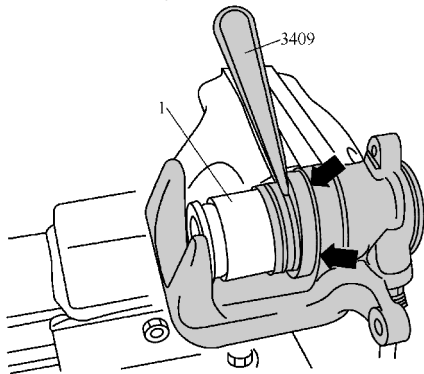

图 3-2-57 使用拆卸楔 3409 将护罩装入制动钳凹槽内
(3) 使用拆卸楔 3409 将护罩装入制动钳凹槽内，如图 3-2-57 所示。